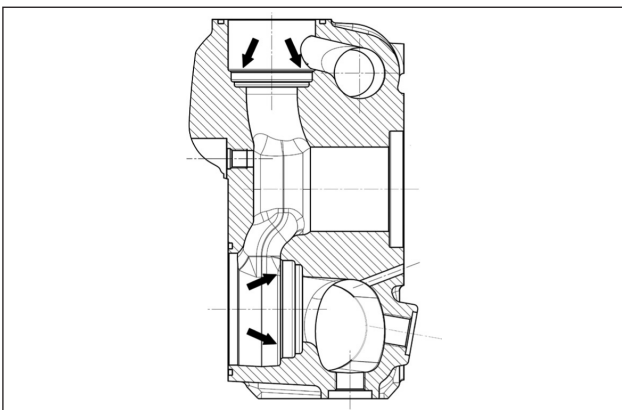

Fig. 143
Avant de replacer les groupes de la soupape, nettoyer et essuyer à fond les logements correspondants situés dans la tête et indiqués par les flèches (rep. ①, Fig. 143).